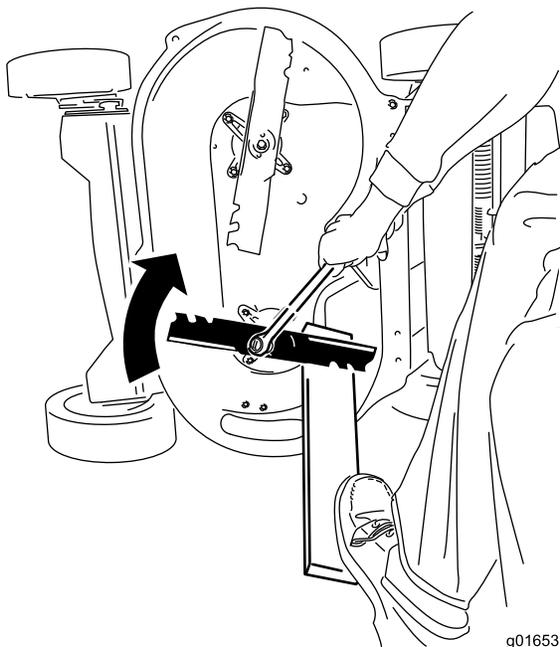

Рисунок 45
- Удерживайте каждый нож неподвижно с помощью доски и заверните болт крепления ножа по часовой стрелке с помощью динамометрического ключа, как показано на Рисунок 45; затяните болт крепления ножа с моментом 82 Н·м (60 фунт-футов).